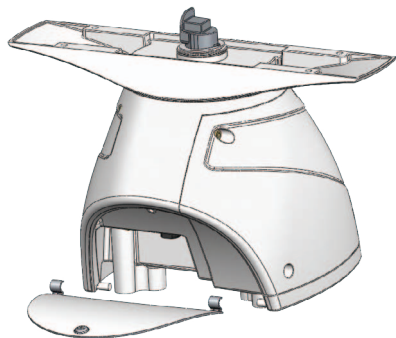

Figura 1
1. Retire a escotilha da frente do pedestal desapertando o parafuso e levantando a escotilha das dobradiças, conforme mostrado na Figura 1.